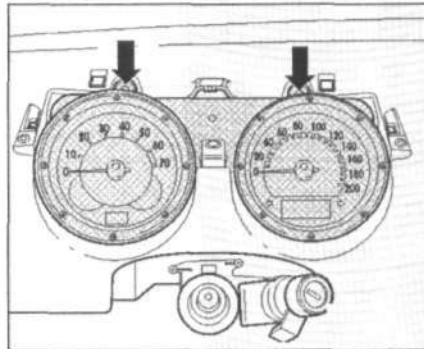

Рис. 12.31. Открутите два винта (**стрелки**) крепления щитка приборов.
3. Открутите два винта (**стрелки**) крепления щитка приборов (рис. 12.31).